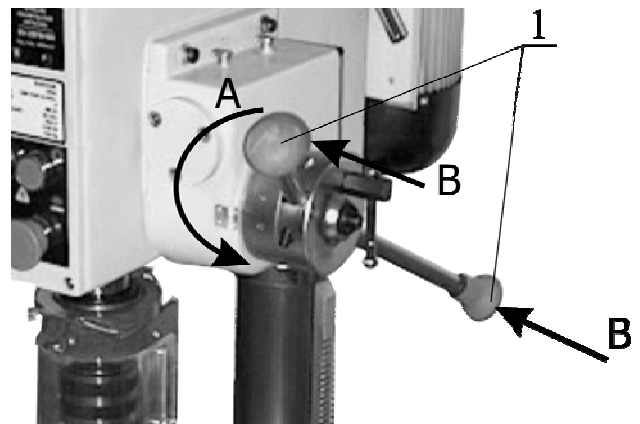

Рисунок 9.
**Ручная подача (см. рис.9).**
Прежде всего, остановите двигатель. В соответствии с таблицей, приведенной на крышке ременной передачи, установите требуемую скорость подачи. Автоматическая подача включается давлением на рукоятки 1 по направлению от шпиндельной бабки. Отключение подачи обеспечивается тогда, когда рукоятки 1 возвращаются в исходное положение или шпиндель достигает заданного значения глубины сверления. После отключения подачи пружина возвращает шпиндель в исходную позицию (см. рис.9).